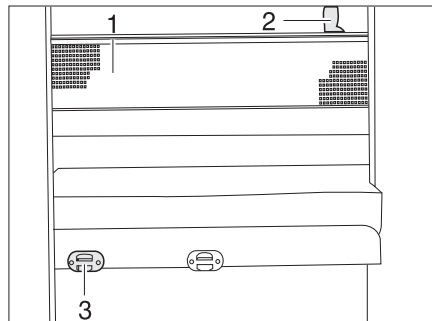

Bild 142 Sicherungsnetz
- Die Aufstiegsleiter mit den Holmen in die Halterung (Bild 142,3) an der Blende einhängen.
Das Sicherungsnetz (Bild 142,1) ist serienmäßig zwischen Matratze und Lattenrost verstaut. Das Sicherungsnetz erst aufspannen, wenn sich die Person bereits im Bett befindet.
- Die Haltebänder (Bild 142,2) in die Halterungen an der Decke einrasten.